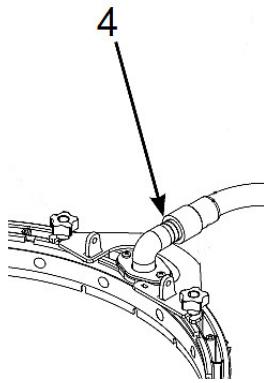

Abb. 46: Muffe des Saugschlauchs entnehmen
Schritt 4: Ziehen Sie die Muffe des Saugschlauchs (Pos.4, Abb.46) aus dem Saugfuß heraus.